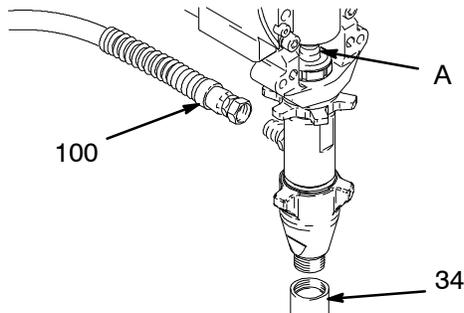

Fig. 15
4. Fig. 15. Rimuovere il tubo (34) ed il flessibile di aspirazione (100).